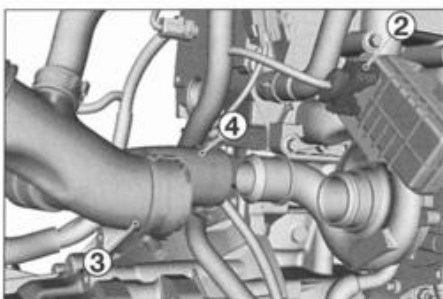

FIG. 34
- Desconectar (fig. 34):
- el conector eléctrico (2) del mando electrónico del turbocompresor.
- el tubo de admisión de aire (3) en el turbocompresor.
- el tubo de salida de aire (4) del turbocompresor.